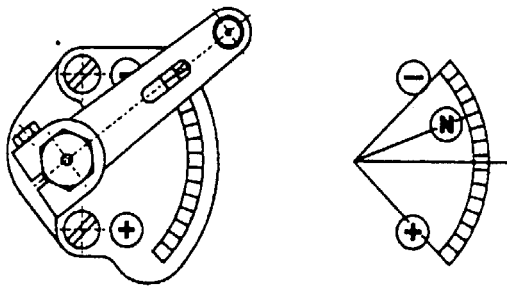

Рис.6-1
- 10/ Проверить основное положение рычага состава смеси-высотного корректора. Основная регулировка насоса впрыска топлива соответствует положению рычага корректора минус 2 деления от "N" по лимбу насоса впрыска (см. Рис.6-1). Т.е. когда он стоит в крайнем положении бедной смеси.